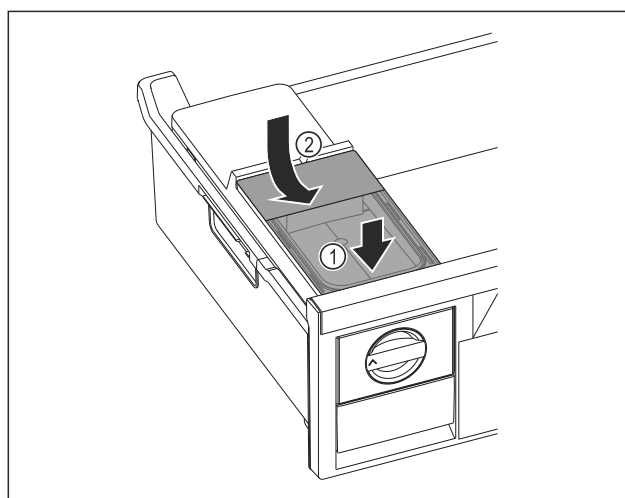

Fig. 122
- ▶ Zbiornik wody wsunąć od przodu. Fig. 122 (1)
- ▶ Zbiornik wody opuścić z tyłu. Fig. 122 (2)